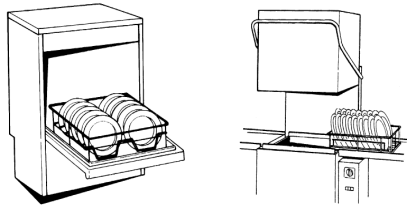

Abb. 37
- 4- Führen Sie den Geschirrkorb wie in der Abbildung dargestellt in die Spülmaschine ein. Bei Einbau-Modellen ist die Spülmaschine frontal zu beschicken. Bei Durchschub-Modellen beschicken Sie die Spülmaschine frontal oder seitlich, nachdem Sie den Korbträger gedreht haben. (Abb. 37)